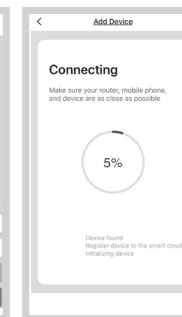

Fig. 10
- Le processus d'installation commencera, ce qui peut prendre un certain temps (Fig. 10).
- En essayant de vous connecter à l'appareil (Fig. 10), essayez de vous connecter manuellement à son réseau WiFi